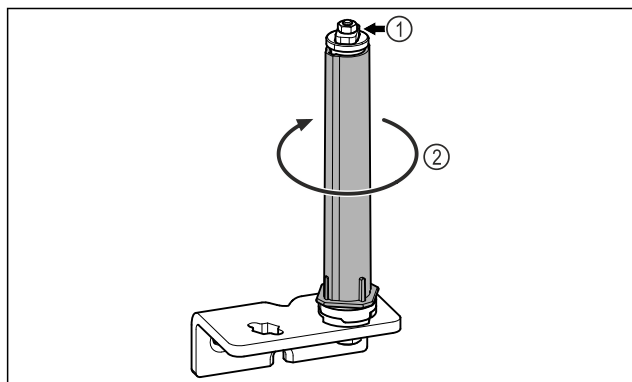

Fig. 28
- ▶ Neizjauciet durvju slēgšanas sistēmu Fig. 28 (1).
- ▶ Pagrieziet slēgšanas sistēmu Fig. 28 (2), līdz tā noklikšķ.